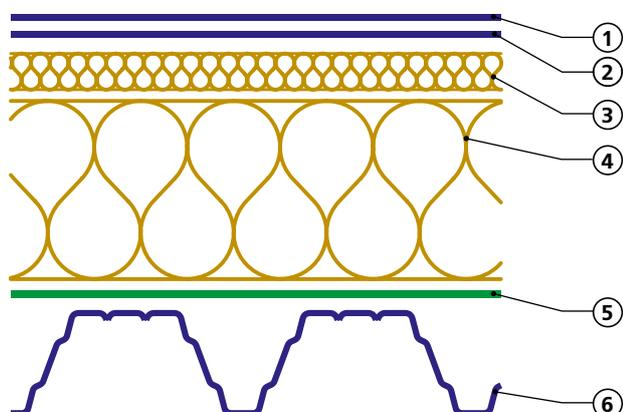

Рис. 3.1. Конструкция покрытия с двухслойной теплоизоляцией из минераловатных плит:
**3.2.4.** При применении минераловатной теплоизоляции по профлисту, как правило, применяют двухслойную конструкцию утеплителя (см. рис. 3.1):